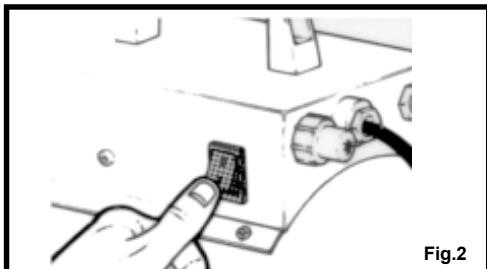

Fig.2
2. Actionner le ventilateur par l'interrupteur à touche blanche (voir figure 2)